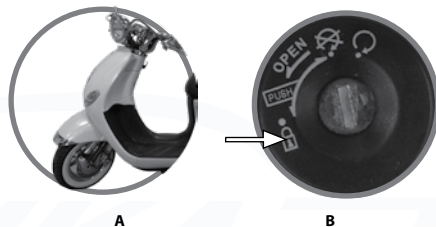

Imagen 28. Bloquear la dirección.
3. Girar el manubrio a la izquierda. Ver imagen 28-A.
4. Oprimir la llave y girarla a la posición . Ver imagen 28-B.